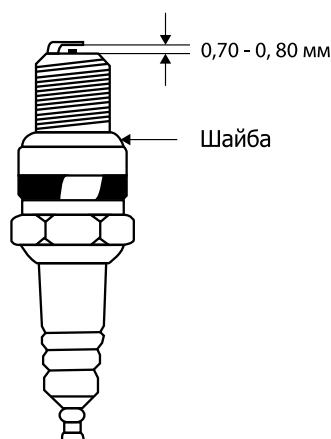

Рис. 11
4. Измерьте зазор между электродами свечи специальным щупом. Зазор должен быть 0,6-0,65 мм (**Рис. 11**). При увеличении или уменьшении требуемого зазора рекомендуется заменить свечу, так как регулировка зазора может привести к изменению качества искрообразования.